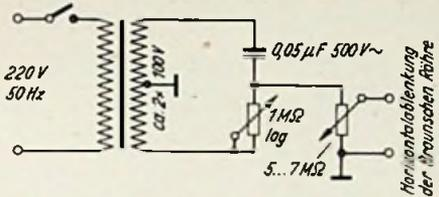

**Bild 3. Kreislappenschleifer mit Potentiometer 4x100 kΩ, 360° Winkeländerung ohne Anschlag (a) und Einzeldarstellung des Potentiometers (b)**
elementige Antenne nach Bild 3 einen Strahlungswiderstand von nur 10...15 Ω. Benutzt man einen Faltdipol nach Bild 4, so steigt dieser Wert auf 40...60 Ω.
**Bild 3 b.**